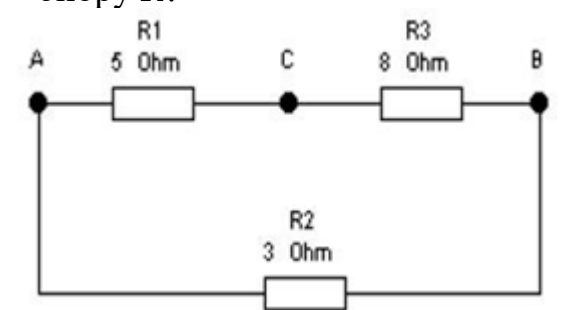

Рисунок 3.3.
5. На рис. 3.3 приведена схема електричного кола. Відомо, що через опір R_3 протікає струм $I = 1$ А. Визначити напруги U_{AB} , U_{AC} , U_{BC} .